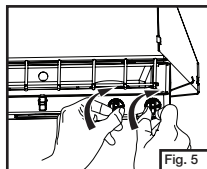

Fig. 5
- Réglez fermement les commandes à l'arrêt. (Fig. 5)